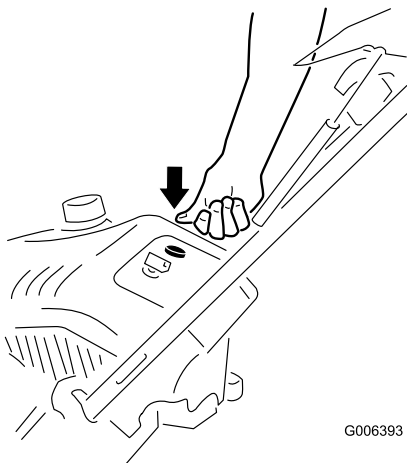

Figure 13
3. Appuyez fermement à 3 reprises sur l'amorceur avec le pouce, en marquant une pause d'une seconde chaque fois (Figure 13).